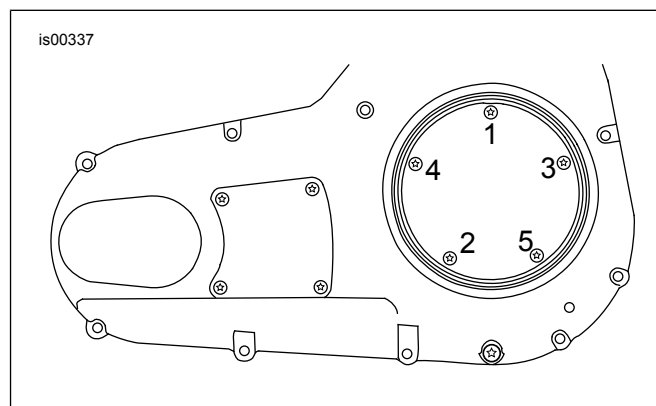

Figura 1. Sequência de torque, tampa de inspeção da embreagem
6. Coloque uma arruela sobre as rosca de um dos parafusos. Aplique algumas gotas de Loctite 243 no parafuso. Insira o parafuso através do furo superior (posição 1 em Figura 1) na tampa de inspeção da embreagem e instale-a cuidadosamente até o fim através do furo triangular na gaxeta. Não empurre o parafuso através do furo.
8. Aperte os parafusos com torque de 10–12 N·m (84–108 in-lbs) na sequência exibida na Figura 1.